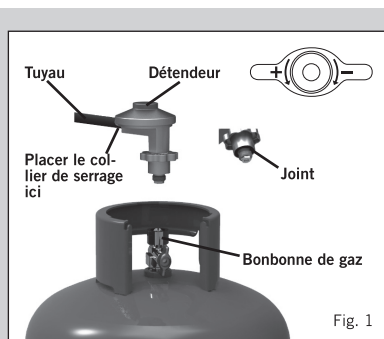

Fig. 1
- L'état d'usure et de détérioration du tuyau et du joint du détendeur doit être vérifié avant chaque utilisation et avant de brancher la bonbonne de gaz (voir Fig. 1).
- Effectuer ce contrôle à chaque fois que vous raccordez l'appareil à une bouteille de gaz (voir Fig. 1).